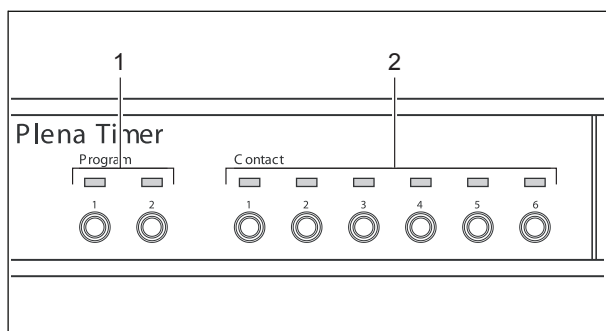

рисунок 4.2: Светодиоды передней панели
Если доступно сетевое электропитание (или резервное электропитание), во время начального включения питания системы кратковременно загорятся светодиоды Program (1) и Contact (2) на передней панели таймера, и включится основной дисплей (см. рисунок 4.2).